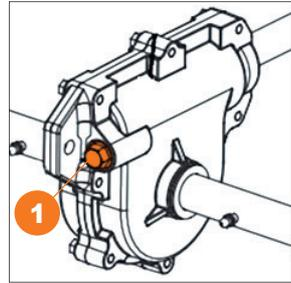

Рис. 53
- Во время обслуживания редуктора самостоятельно, снимите заглушку или открутите болт-заглушку **1**, добавьте 30-50 гр. консистентной смазки и установите заглушку на место (Рис. 53).